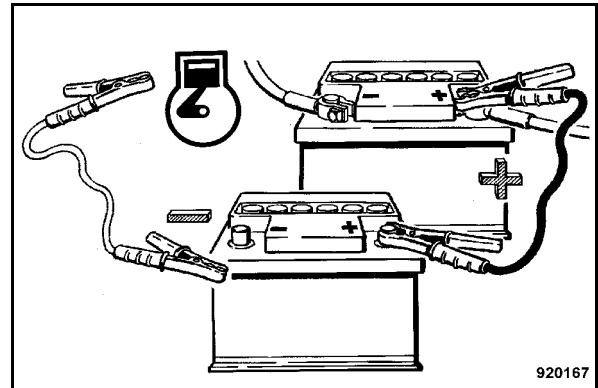

fig. 52
- Brancher ensuite un côté du câble de masse à la borne moins de la batterie auxiliaire puis l'autre côté du câble à une point de masse au moteur ou la carrosserie aussi éloigné que possible de la batterie (fig. 52).